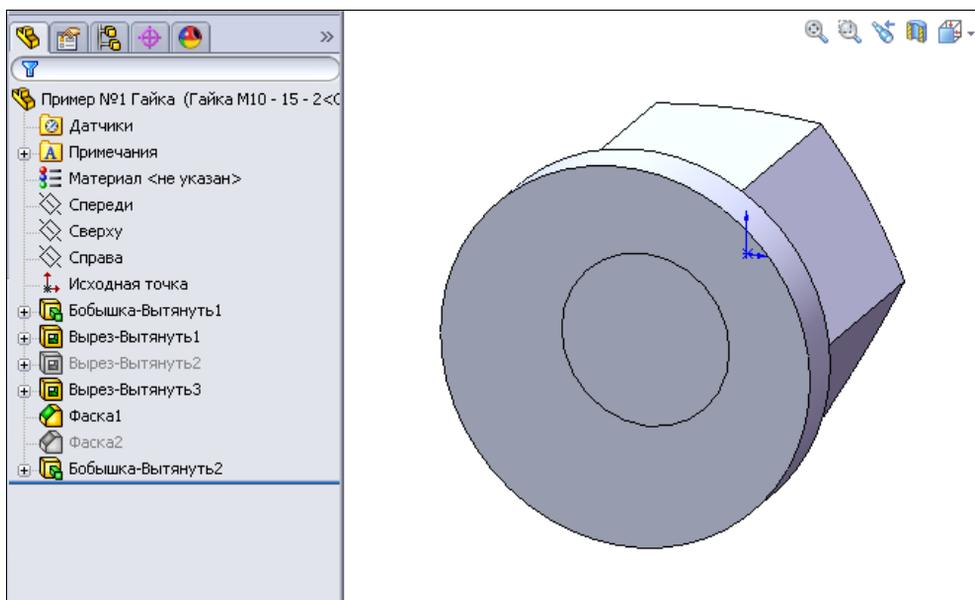

Рис. 3.24
7. Теперь оформим бурт при помощи команды  — **Вытянутая бобышка/основание**. Бурт должен располагаться с той стороны, где ранее находился элемент **Вырез-Вытянуть2**. Диаметр бурта — 22 мм, а высота — 3 мм. Но при таком способе построения центральное отверстие детали Гайка получится глухим с одной стороны (рис. 3.24).